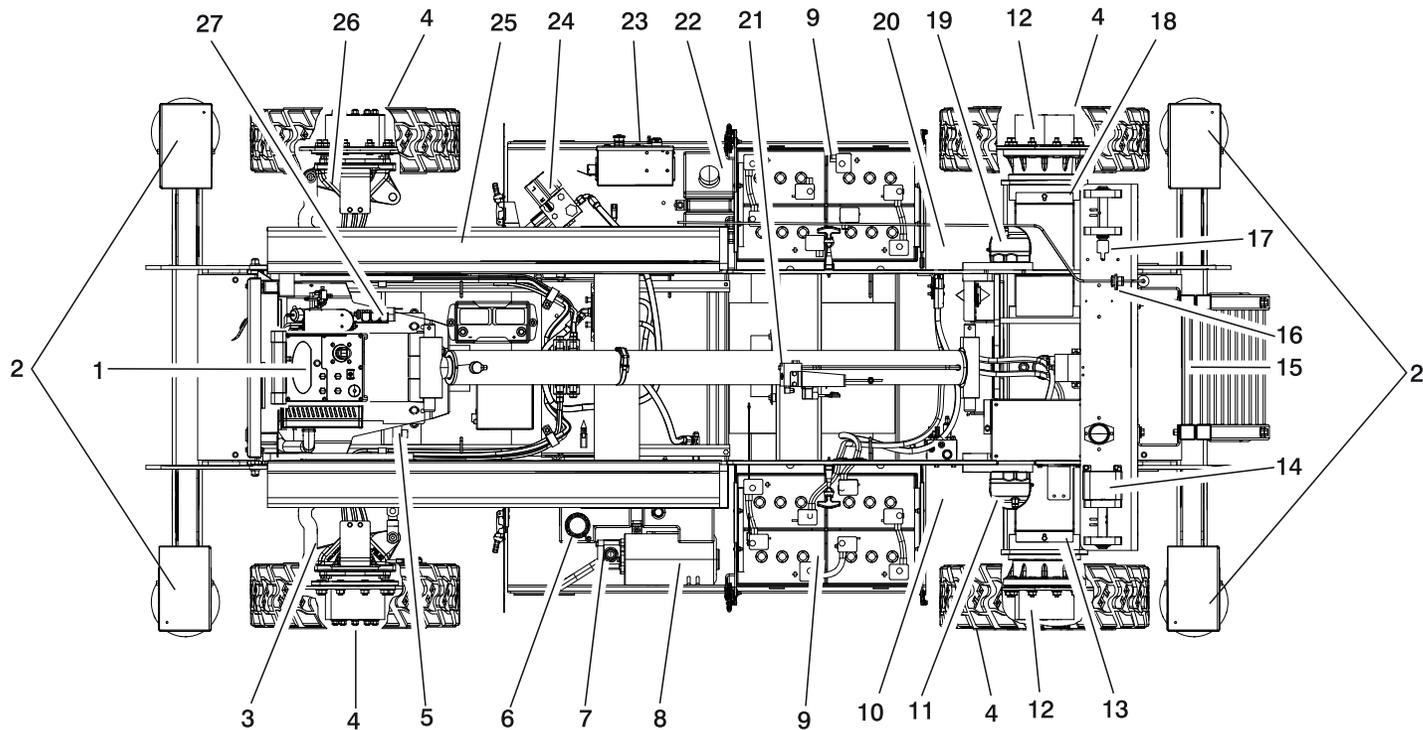

Figura 2-1. Inspeção Exterior (Folha 1 de 3)
5. **Inspeção exterior** — Ver a Figura 2-1., Inspeção Exterior (Folha 1 de 3).